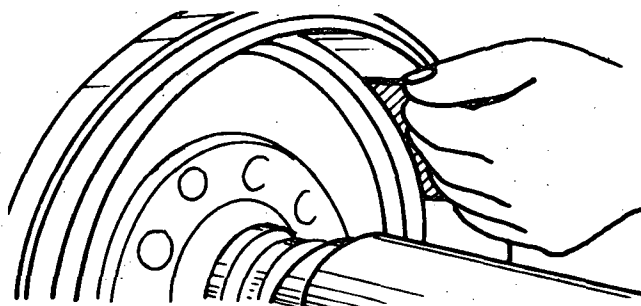

Fig. 4
- f Faça o polimento final, à mão, com lixa, estando a máquina em movimento (fig. 4).